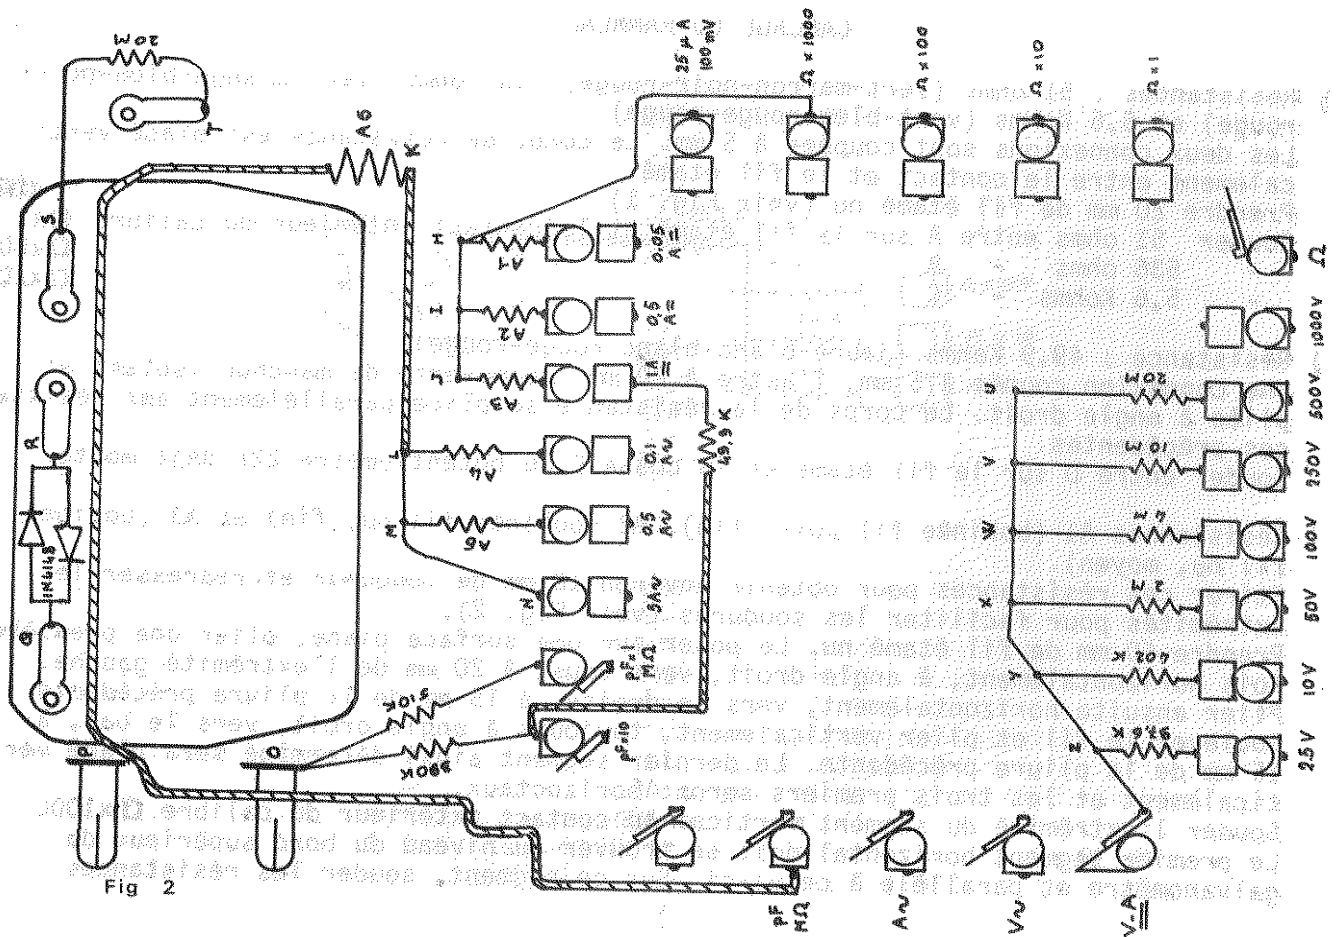

Fig. 2
Etirer ces résistances pour obtenir environ 10 mm de longueur et redresser les extrémités pour faciliter les soudures (voir Fig. 2).
- () Recouvrir 150 mm de fil étamé nu avec du manchon isolant. Souder entre la connexion libre de A6 et le contact extérieur du calibre pF-Mohm. Placer et plier le fil comme suit, à partir de la soudure à A6 : suivre le bord supérieur du galvanomètre (comme indiqué Fig. 2), passer entre les ergots P et O de la prise de courant, suivre la forme de cette prise et passer à l'extérieur de l'écrou de fermeture.
Souder entre les points Q et R sur le galvanomètre (voir Fig. 2)
- () Faire passer le fil isolé provenant de la cosse R du galvanomètre le long du bord droit du galvanomètre et derrière la résistance A6. Souder en H, en série avec la résistance A1 (voir Fig. 2)